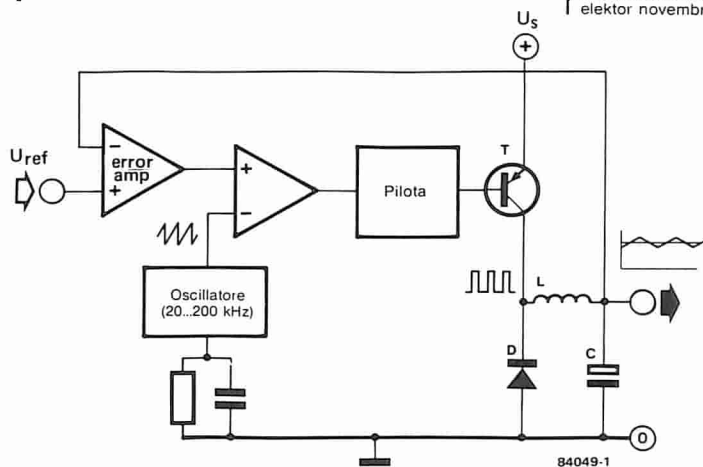

Figura 1. Schema fondamentale di un alimentatore a commutazione.
Figura 1. Per quanto semplice, il circuito del prova-floppy è in grado di simulare tutte le condizioni necessarie per azionare un'unità disco. Il controllo della testina è compito di MMV1, mentre MMV2 forma un generatore di dati.
Gli alimentatori a commutazione funzionano generalmente secondo lo schema mostrato in Figura 1. Confrontando la tensione di uscita con una tensione di riferimento di precisione generata sul chip ($U_{ref} = 5,1 \text{ V}$) viene prodotto un segnale di errore. Il segnale di errore viene poi confrontato con l'uscita a 20...200 kHz del generatore a denti di sega. L'uscita del
Il disegno di Figura 1 mostra lo schema a blocchi del circuito. Un circuito multiplex analogico a 32 canali combina tutti i segnali di ingresso (numero massimo possibile: 31) in un segnale complesso che deve essere poi elaborato in sincronismo con i segnali video. I segnali necessari per la sincronizzazione sono forniti dal box di sincronismi video pubblicato nel numero 61 di Elektor (giugno 1984). Il segnale di uscita dal multiplex viene inviato ad un comparatore veloce (IC3), il cui punto di commutazione viene definito dalla tensione di riferimento applicata all'ingresso invertente. Questa tensione segue una caratteristica a denti di sega esponenziale, che è un modo facile per ottenere una divisione logaritmica molto precisa ($\pm 1\%$). La tensione a denti di sega è sincronizzata alla frequenza di quadro del segnale video (50 Hz) mediante l'impulso di porta per la visualizzazione del semiquadro (FG); quest'ultimo viene generato dal segnale di sincronizzazione (CS) e dal segnale di cancellazione (CBLK). Il periodo totale della rampa equivale a circa 256 righe, perché questo è il numero di righe disponibili nel senso verticale per visualizzare i livelli di segnale. Il contatore dei semiquadri del display (DFC)